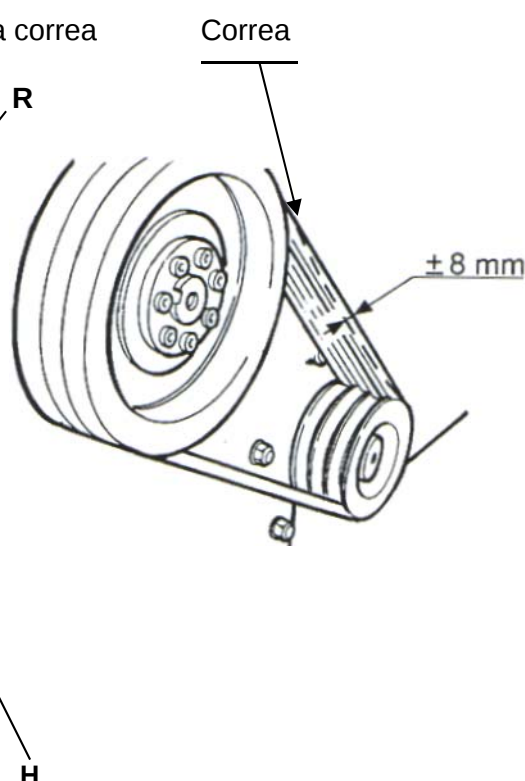

Fig. 37 Regulación correa
- 4) Controle la tensión de la parte central de las correas; si usted coloca un peso de 9 kg en el centro, se producirá un desplazamiento de 8 mm (véase Fig. 37).